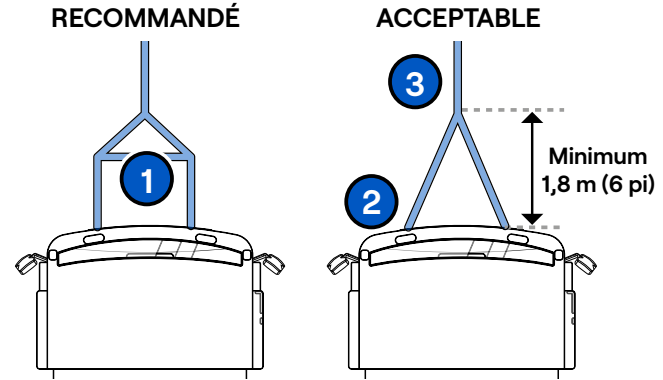

Figure 24 - Options de récupération
- Utilisez des chaînes doubles ou des câbles pour répartir la charge uniformément sur les deux attelages (voir l'une ou l'autre des options de récupération à la **Figure 24**).
- Utilisez une barre d'écartement ou une barre stabilisatrice pour répartir la charge entre les deux crochets (**Figure 24, n°1**).
- S'il n'y a pas de barre d'écartement, suspendez la chaîne de traction principale ou le câble à au moins 1,8 m (6 pi) du véhicule (**Figure 24, n°s 2 et 3**).